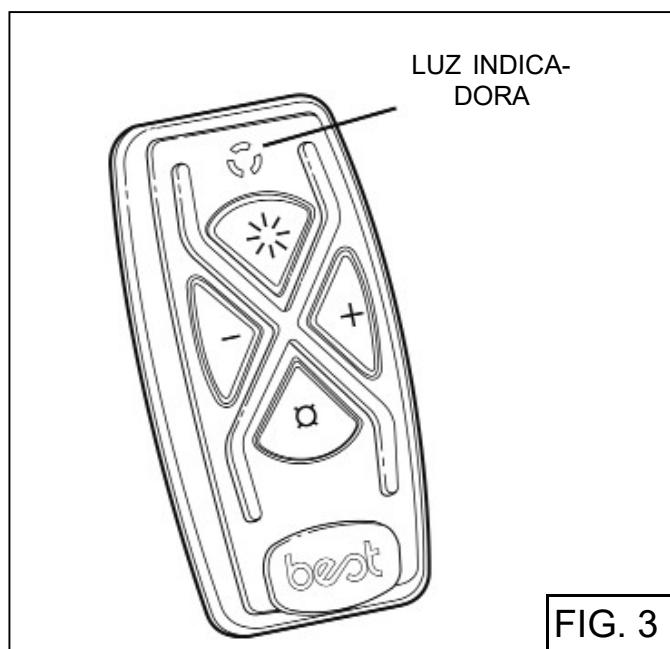

FIG. 3
2. Press ☰ and ⚡ buttons on the remote simultaneously for 5 seconds, until the remote control Indicator Light turns on (Fig.3). Release ☰ and ⚡ buttons. Press and release ☰ button to confirm the linking. At this point the remote control Indicator Light starts flashing to confirm the link is active.
Remote Control Functions (Fig.3)
2. Appuyez simultanément sur les boutons  et  sur la télécommande pendant 5 secondes jusqu'à ce que le voyant de la télécommande s'allume (Fig.3). Relâchez les boutons  et  puis appuyez et relâchez le bouton  pour confirmer la liaison. À ce stade, le voyant de la télécommande commence à clignoter pour confirmer que la liaison est active.
Fonctions de la télécommande (Fig.3)
2. Pulse los  botones y  del mando a distancia simultáneamente durante 5 segundos hasta que el Indicador de Luz del mando a distancia se enciende (Fig.3). Suelte los botones  y  y pulse y suelte el botón  para confirmar la conexión. En este punto, el Indicador de Luz del mando a distancia a parpadear para confirmar que la conexión está activa.